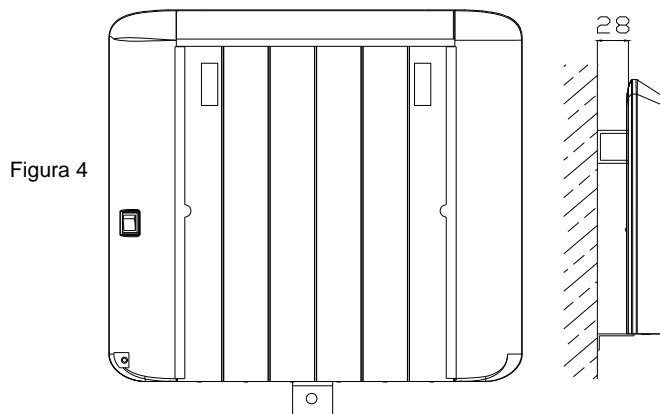

Figura 4
4) Aparafuse o esquadro metálico inferior a uma das calhas centrais existentes na base do emissor (Figura 4). Suspenda o aparelho nos esquadros superiores e certifique-se de que fica horizontal. Aparafuse o esquadro metálico inferior à parede.